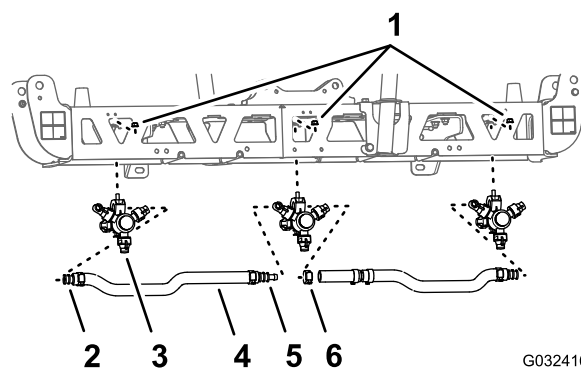
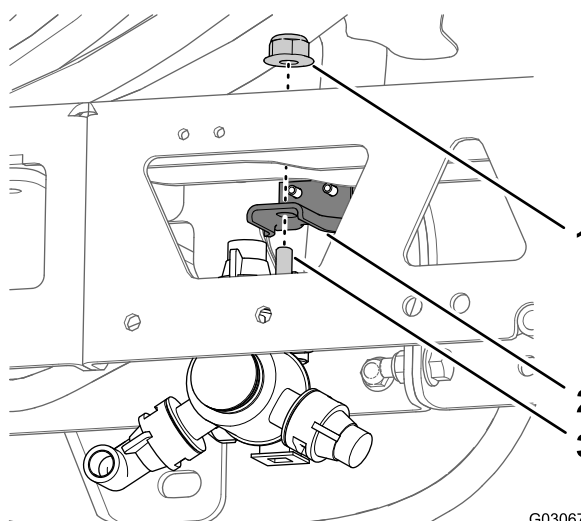

Figura 46
Figura 47
1. Nella sezione di irrorazione centrale, rimuovete il dado di bloccaggio flangiato che fissa l'ugello dell'irroratrice al supporto dell'ugello (Figura 46 e Figura 47).
3. Rimuovete l'ugello dalla sezione di irrorazione centrale (Figura 46 e Figura 47).
5. Rimuovete i flessibili (diametro interno di 3/4"), i portagomma dentellati, le fascette e il raccordo a T dentellato dalla sezione di irrorazione centrale (Figura 46).